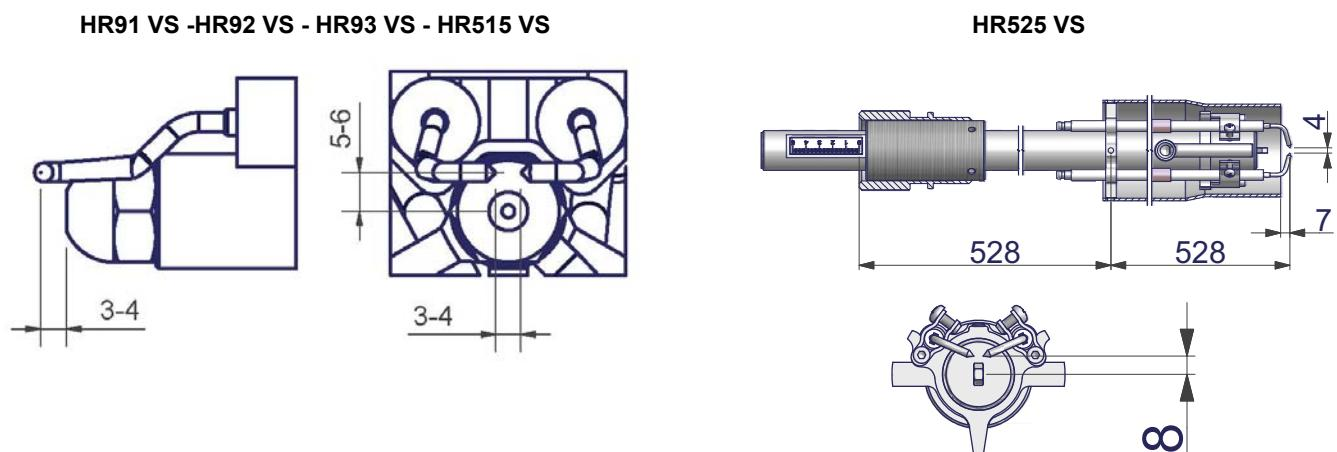

Рис. 30
- Проверьте запальныи электроды, очистите, отрегулируйте и, при необходимости, замените (см. Рис. 30).
Отрегулировать положение электродов и форсунки, соблюдая размеры, указанные на Рис. 30.